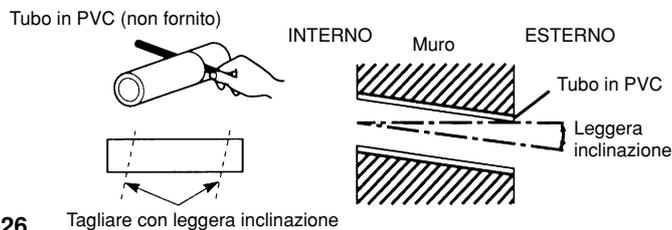

Fig. 3-26
- (9) Misurare lo spessore del muro da filo interno a quello esterno. Tagliare un tubo in PVC di lunghezza pari allo spessore del muro e con leggera inclinazione, quindi inserirlo nel foro del muro. (Fig. 3-26)